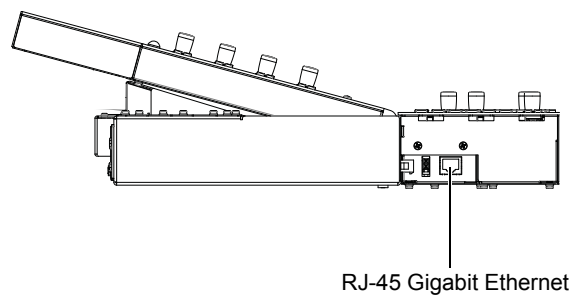

Figure 34. Port Ethernet sur le panneau latéral du module Master
- 2 Connectez le câble Ethernet le plus long disponible au port Ethernet sur le côté du module (voir Figure 34) :